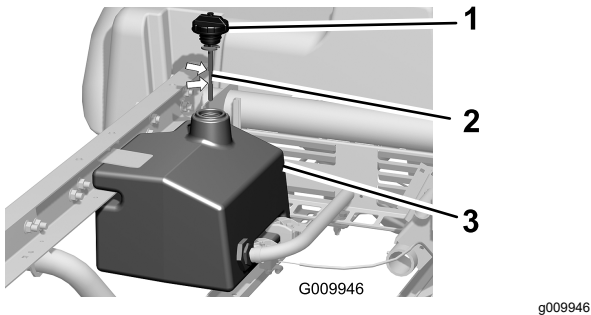

Figura 21
1. Pulite la zona intorno al collo del bocchettone e il tappo del serbatoio idraulico (Figura 21).